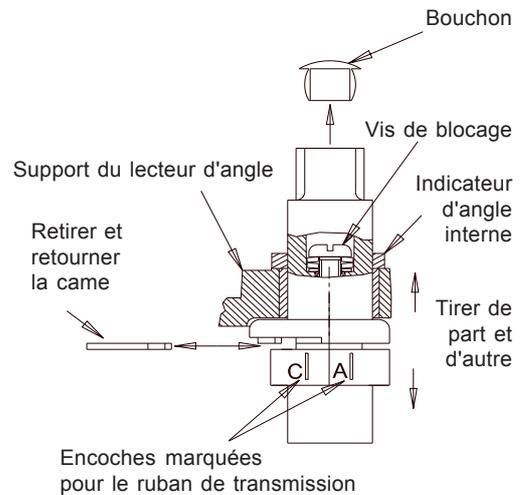

FIGURE 8 : AXE - CONVERSION
6.1.4 Vérifier la bonne position de la came sur l'axe (la figure 7 représente un positionneur anti-horaire) et celle du ruban de transmission sur l'axe. Chaque encoche est marquée : les lettres A et C signifient respectivement "anti-horaire" et "horaire" (voir figure 8). Si le sens de rotation ne convient pas, se reporter au § 6.2. D'une main tirer le mécanisme de rétroaction et les deux fils du connecteur DIN et de l'autre placer l'axe du positionneur avec le lecteur d'angle sur la sortie d'axe carrée de l'actionneur (voir figure 7). Si la palette de l'actionneur a bien été placée à mi-course, le galet arrive environ à mi-course de la came.
6.2.3 Dégager le ruban en acier inox de son encoche sur l'axe (figure 8), ôter l'indicateur d'angle interne et retirer l'axe du lecteur d'angle.
6.4.3 Dégager le ruban en acier de son encoche sur l'axe (figure 8, page 8), ôter l'indicateur d'angle interne et retirer l'axe du lecteur d'angle.